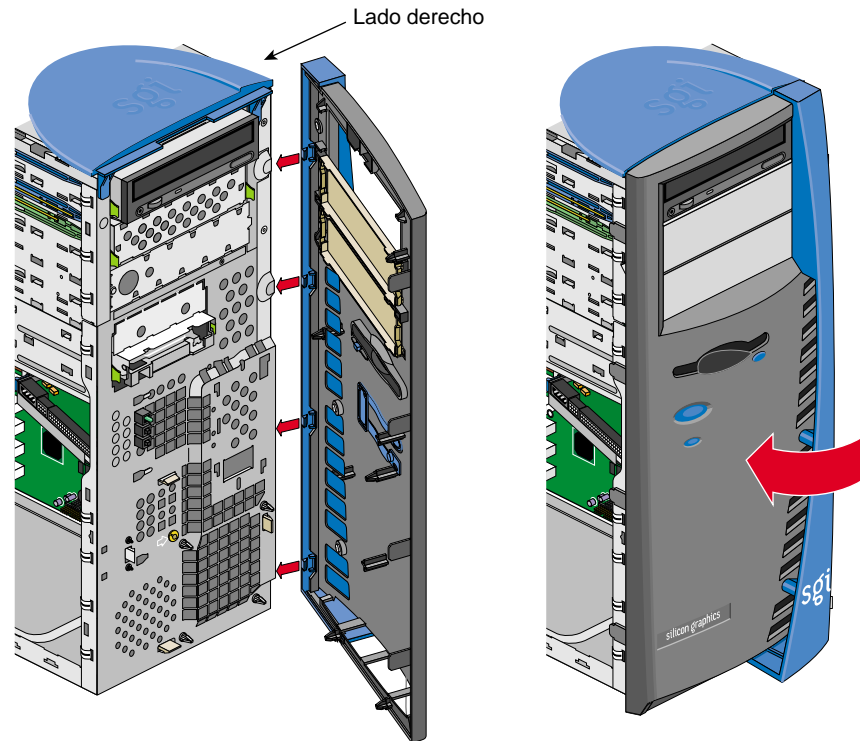

Figura 2-30 Colocación de la cubierta
- Localice las cuatro lengüetas del lado derecho de la cubierta, según se muestra en la Figura 2-30.
- Coloque el lado derecho de la cubierta sobre el chasis para introducir las cuatro lengüetas en las ranuras correspondientes, como se muestra en la Figura 2-30.